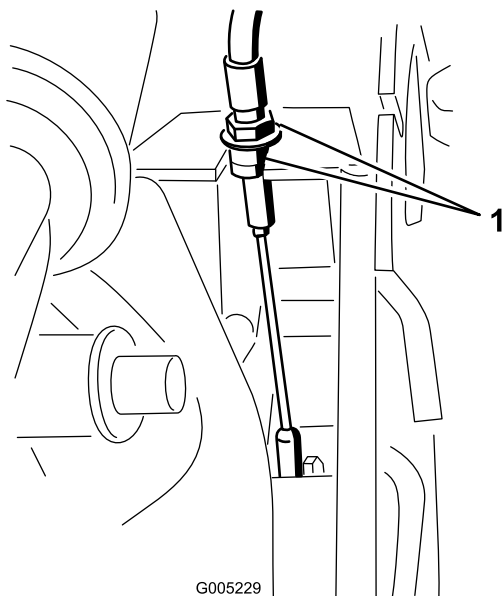

Figure 25
1. Si la tondeuse n'avance pas automatiquement, tournez les écrous du câble de transmission de 1/2 tour dans le sens horaire pour tendre la courroie (Figure 25).
2. Si la tondeuse a tendance à avancer, tournez les écrous du câble transmission de 1/2 tour dans le sens anti-horaire pour détendre la courroie (Figure 25).